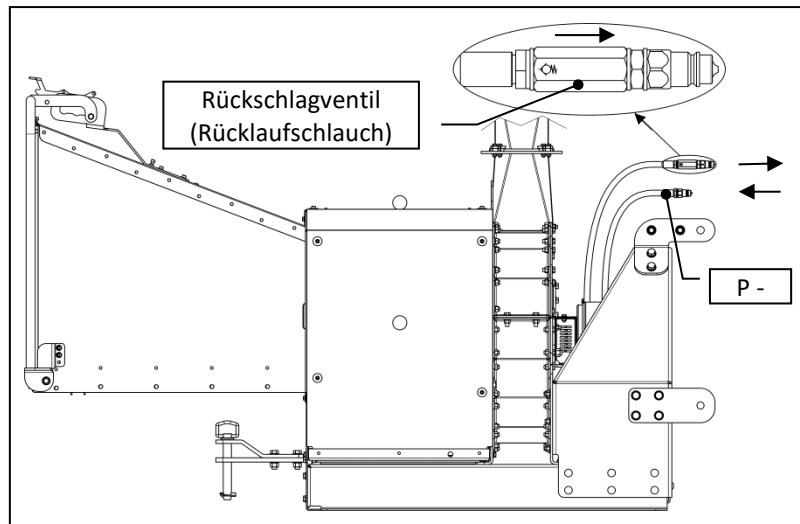

Abbildung 3
Die beiden losen Hydraulikschläuche des Häckslers werden in den Ventilblock des Traktors eingesteckt. Der Druckschlauch (P) wird in den Druckanschluss des Traktors und der Rücklaufschlauch (mit Rückschlagventil) in den Rücklaufanschluss des Traktors eingesteckt. Siehe Abbildung 3.